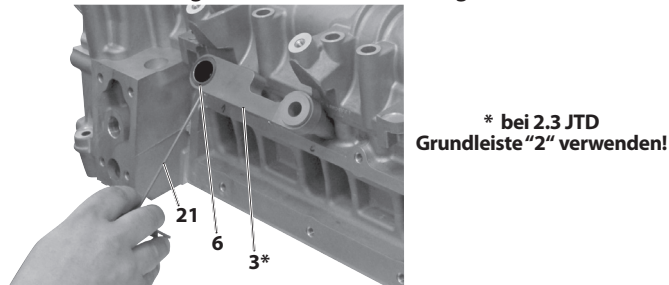

Abb. 33: Fräswerkzeug "18" mit Öl bestreichen.
- Adapter "20" zusammen mit einem 3/8" Steckschlüssel-Einsatz SW10 mm und dem Fräswerkzeug "18", in eine geeignete Bohrmaschine einsetzen. (**Abb. 33**)
- Fräswerkzeug "18" mit Öl bestreichen. (**Abb. 33**)